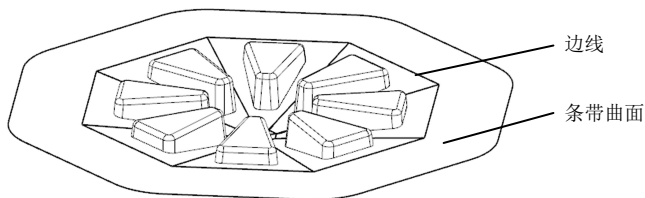

图 13-16 创建条带曲面
(32) 单击“确定”按钮，创建条带曲面，如图 13-16 所示。